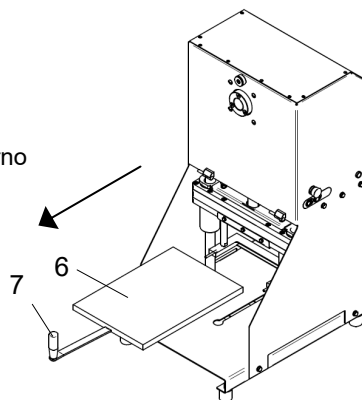

Fig. 7.2.3
### 7.3.3 - Rimozione del tagliere (Fig. 7.2.3)
7.3.3 Rimozione del tagliere (Fig. 7.2.3)